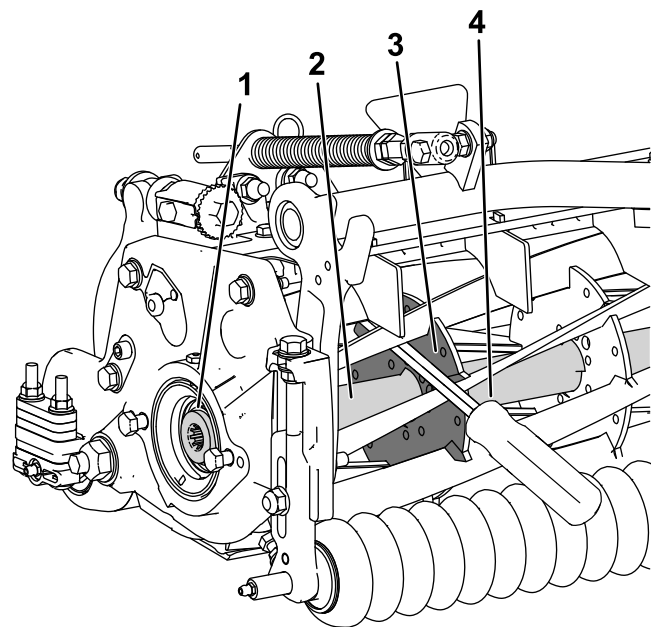

图 27
1. 将一根长柄撬棍建议尺寸为 0.95cm x 30.48cm 带螺丝刀柄插入滚刀组前面最靠近需要扭转的滚刀组一侧图 27。
2. 将撬棍靠着内部滚刀组加强板的焊接侧放置图 27。